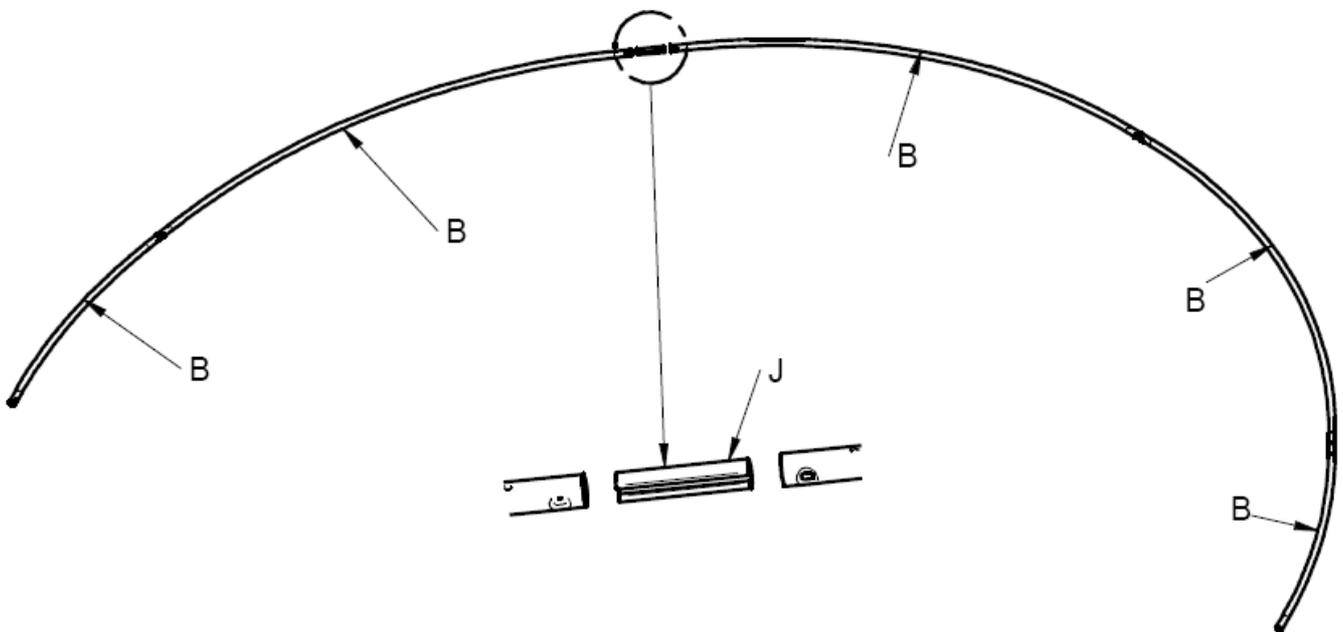
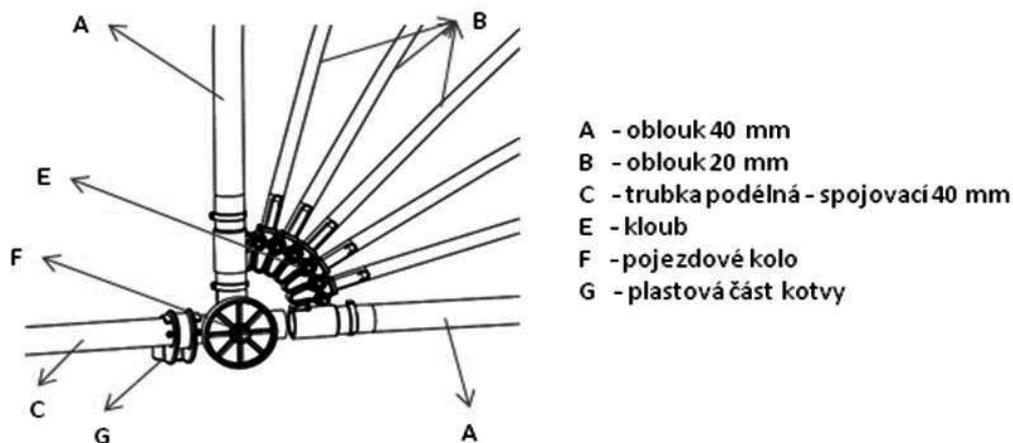

Abbildung 9
Abbildung 10
Es sind die Bügel mit einem Durchmesser von 20 mm zusammenzubauen. Die Bügel werden durch die innerhalb der Abdeckplane befestigten Schlaufen durchgezogen (für einen Bügel sind 5 Teile des Bügels B einzusetzen), mit den Verbindungsstücken zu verbinden (J), (Abb. 9) und schließlich in das Gelenk mit dem Laufrad einzustecken (Abb. 10). Das Detail wird in der Bilderbeilage angeführt, Abbildung E.